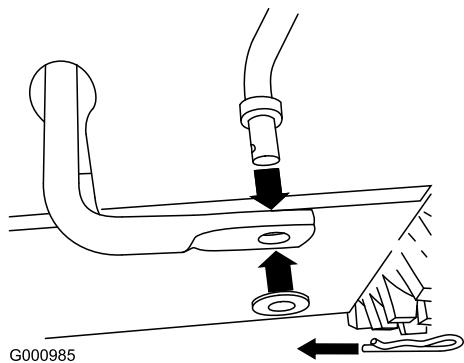

Figure 10
1. Retirez la goupille fendue et la rondelle à l'extrémité inférieure de la tige de commande de vitesses et insérez l'extrémité dans le bras de liaison inférieur de sorte que l'extrémité courbe de la tige de commande de vitesse soit dirigée vers l'arrière (Figure 10).